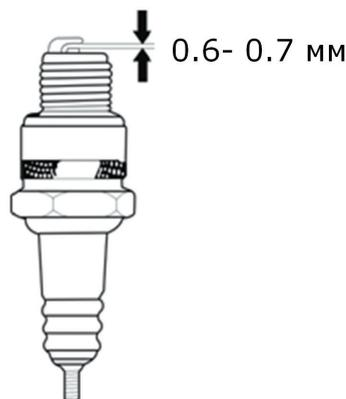

Рис. 22
4. Проверьте зазор между электродами. Он должен составлять 0.6-0.7мм. При необходимости отрегулируйте зазор (рис. 22);